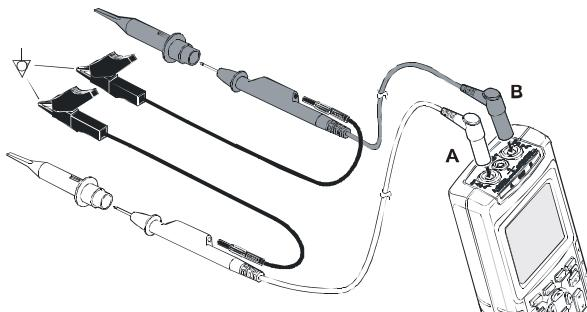

Рис. 4-1. Входные разъемы для измерения шины Fieldbus
- ⑦ Подключите входы, как показано на рис. 4-1.